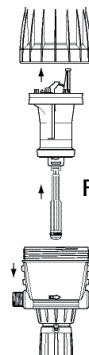

Fig. 17
- Sortir l'ensemble piston moteur (Fig. 17) en tirant vers le haut.